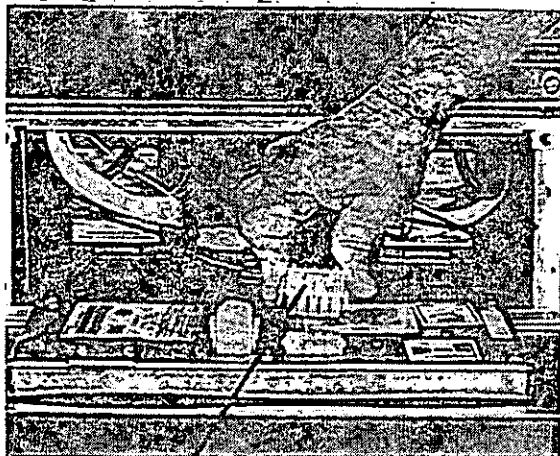

Figura 1
3. Scollegare il cablaggio dei cavi nella parte posteriore del computer. Consultare la figura 1.